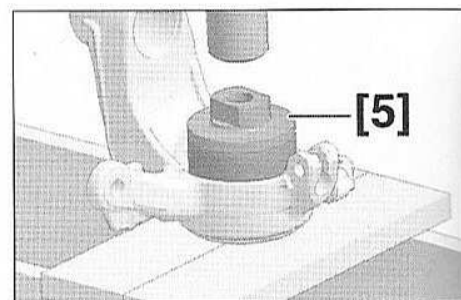

FIG.31
- A la presse et à l'aide de l'outil [5], enfoncer le roulement jusqu'en butée dans le pivot (Fig.31).